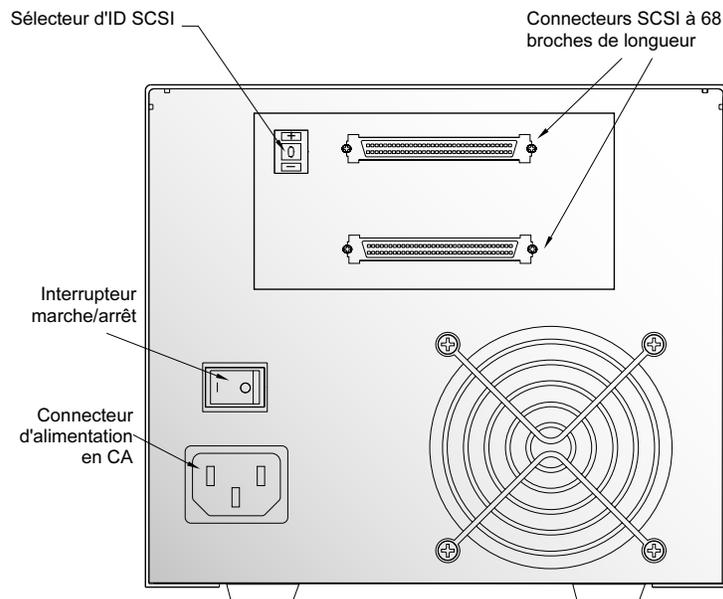

Figure 14. Commutateurs et connecteurs situés à l'arrière des lecteurs LTO-1 et LTO-2 de bureau
Chaque périphérique SCSI sur le bus doit avoir son propre ID SCSI. Le lecteur de bande de bureau est livré avec un ID SCSI de 6 par défaut. Évitez de définir l'ID du lecteur sur 7. Si un autre périphérique SCSI de la chaîne SCSI utilise déjà cet ID, utilisez le commutateur à bouton-poussoir à l'arrière du lecteur pour modifier l'ID SCSI du lecteur (consultez la figure 14, page 30) ou attribuez un ID SCSI unique à l'autre périphérique SCSI.
Les lecteurs LTO-1 et LTO-2 de bureau ont deux connecteurs d'interface SCSI blindés à 68 broches (ANSI Alternative 2) sur le panneau arrière (consultez la figure 14, page 30). Ces connecteurs ont deux rangées de contacts ruban espacés de 2,16 mm (0,085 pouce). Chaque connecteur peut servir de connexion SCSI IN ou SCSI OUT. Cela signifie que vous pouvez utiliser l'un de ces connecteurs pour raccorder le lecteur à un ordinateur hôte ou à un autre périphérique SCSI.
2. Reliez le câble d'interface SCSI à l'un des connecteurs d'interface SCSI à 68 broches à l'arrière du lecteur (consultez la figure 14, page 30).
Raccordez bien le cordon d'alimentation au connecteur d'alimentation situé à l'arrière du lecteur LTO-1 ou LTO-2 de bureau (consultez la figure 14, page 30).